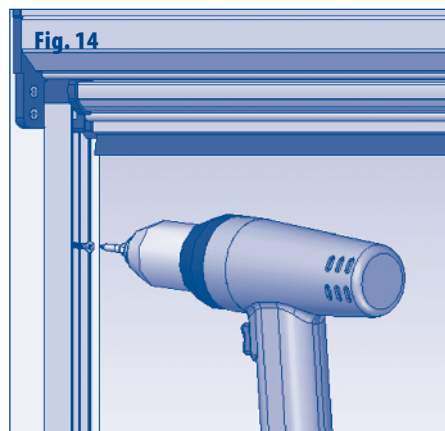

Fig. 14
2. Guide di scorrimento. Ogni guida è costituita da una parte esterna (ad "U") e da una interna dove scorre il telorete. Le guide esterne, posizionate sotto il cassonetto (nelle aperture dei particolari superiori), vanno fissate in posizione verticale agli stipiti con i restanti tasselli (fig. 14).